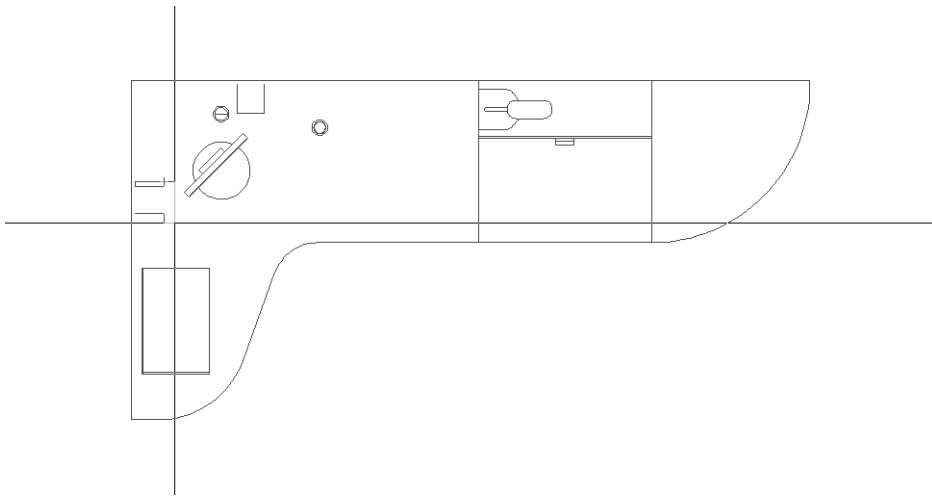

Рис. 6.41 ▼ Создание боковой стенки с использованием привязки первой точки к правому верхнему углу задней стенки
- Начертите второй прямоугольник шириной 18 мм и высотой 150 мм (см. рис. 6.32), который будет представлять на чертеже боковую стенку левой стойки (рис. 6.41).